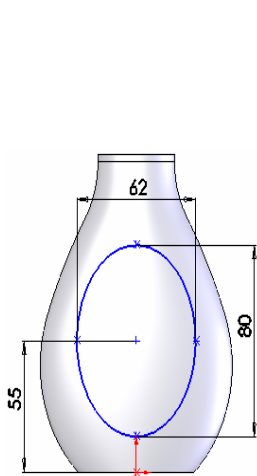

图 5-175 绘制的草图
⑤ 设置基准面。在左侧“FeatureManager 设计树”中用鼠标选择“基准面 1”，然后单击“标准视图”工具栏中的“正视图”图标，将该基准面作为绘制图形的基准面。
⑥ 绘制草图。单击“草图”工具栏中的“椭圆”图标按钮，绘制如图 5-175 所示的草图并标注尺寸，添加椭圆的圆心和原点为“竖直”几何关系。